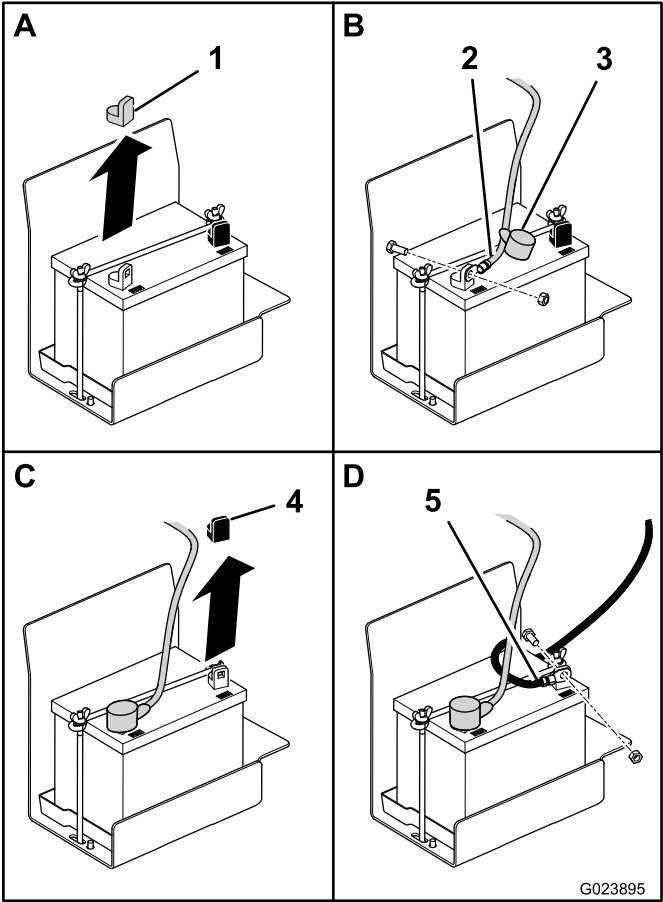

Figura 5
2. Retire la cubierta de plástico rojo del borne positivo de la batería (Figura 5).